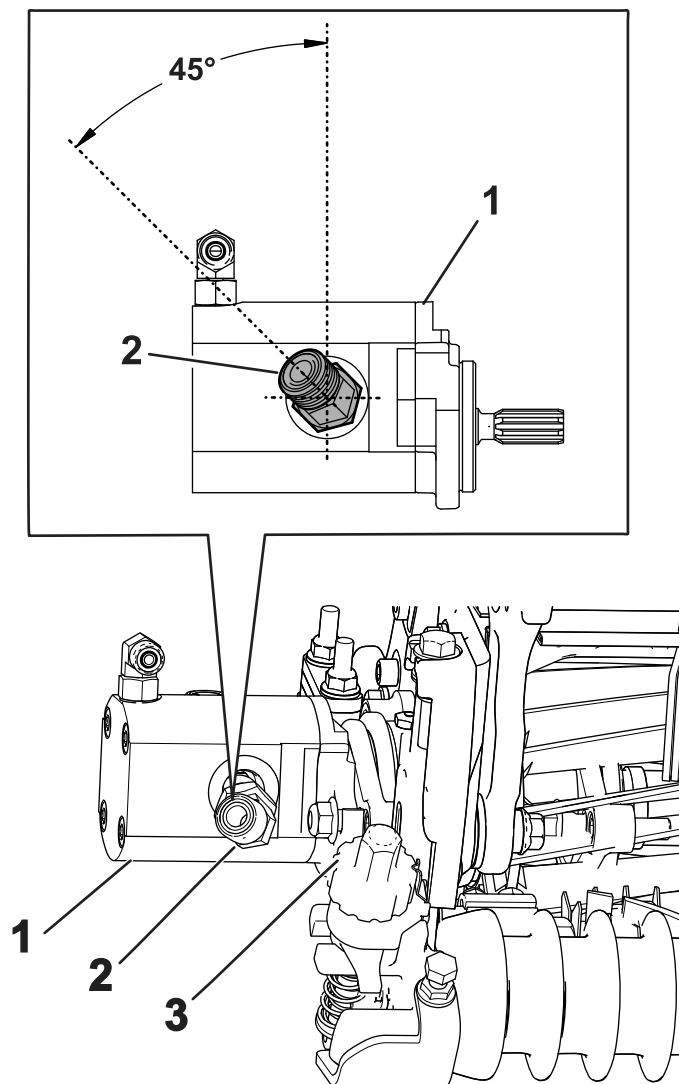

图 21
4. 安装新的 45° 接头调整接头位置使接头角度如图 21 中所示。上紧接头扭矩至 4758N·m。